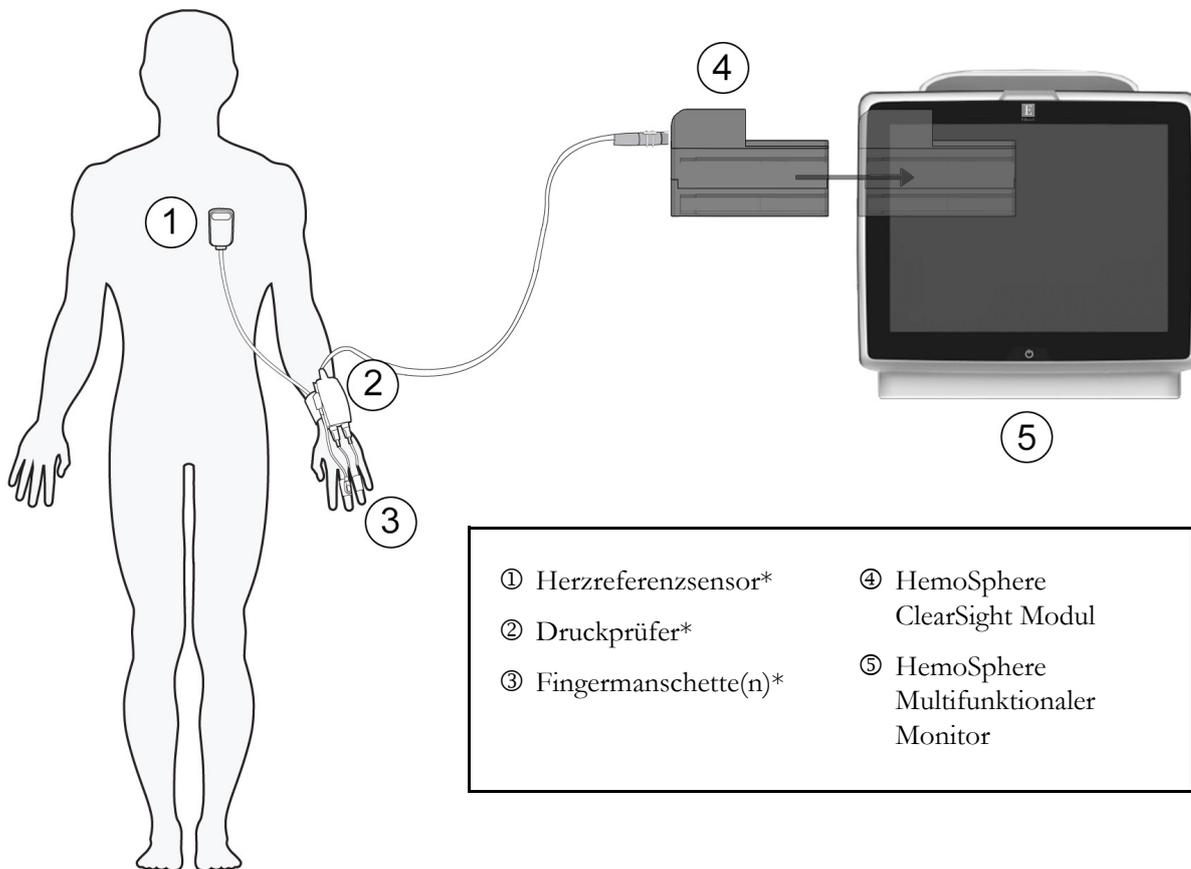

Abbildung 11-1 Übersicht der Anschlüsse des nichtinvasiven HemoSphere Systems
Das nichtinvasive HemoSphere System besteht aus dem HemoSphere Multifunktionalen Monitor mit ClearSight Modul und angeschlossenem Druckprüfer, dem Herzreferenzsensor und der/den kompatiblen Edwards Fingermanschette(n). Siehe Systemverbindungen in Abbildung 11-1 auf Seite 197. Die genaue Messung des Blutdrucks und der wichtigsten hämodynamischen Parameter des Patienten basieren auf der Volume-Clamp-Methode, der Physiocal Methode und dem ClearSight Algorithmus.
Das HemoSphere ClearSight Modul ist mit allen zugelassenen Edwards Fingermanschetten kompatibel. Einen Überblick über die Anschlüsse des nichtinvasiven HemoSphere Systems finden Sie in Abbildung 11-1.
HINWEIS Die mit * in Abbildung 11-1 gekennzeichneten Komponenten sind ANWENDUNGSTEILE gemäß der Definition in IEC 60601-1, die bei normalem Gebrauch notwendigerweise in physischen Kontakt mit dem Patienten kommen, damit das nichtinvasive HemoSphere System seine Funktion ausüben kann.
- 3 Schließen Sie das Kabel des Druckprüfers an das HemoSphere ClearSight Modul an. (Abbildung 11-1)